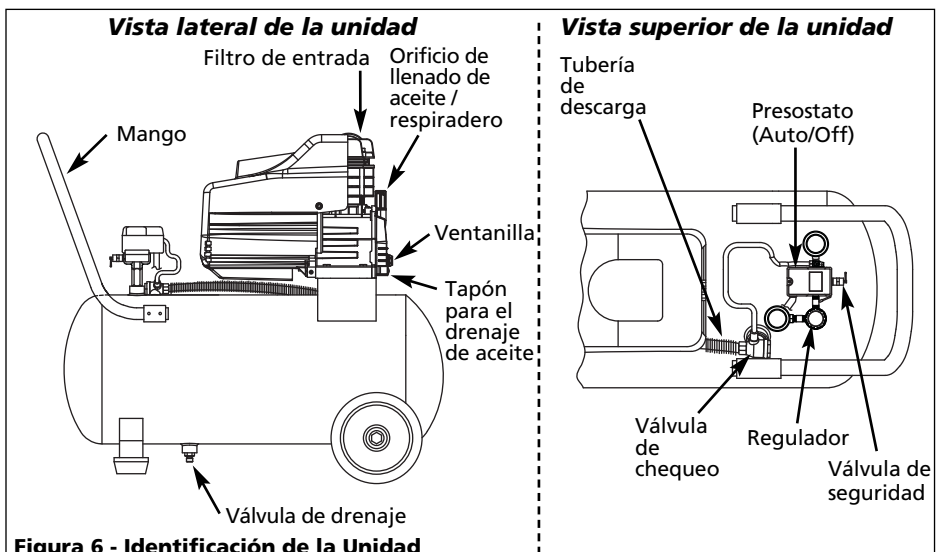

Figura 6 - Identificación de la Unidad
- Drene la humedad del tanque abriendo la válvula de drenaje debajo del tanque (Figura 6). Incline el tanque para eliminar toda la humedad.
- Desconecte la unidad del tomacorrientes (Figura 6). Quitele el tapón del orificio de lubricación y vierta el aceite dentro del recipiente. Vire un poco la unidad para drenar el aceite completamente.